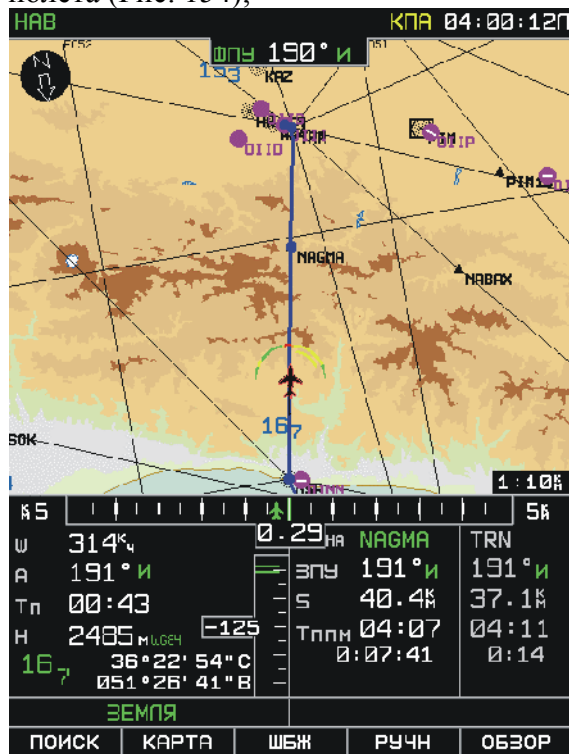

Рис. 154. Вид дисплея при возникновении потенциальной опасности за 30 секунд до столкновения в секторе  $\pm 30^\circ$  от направления движения самолета
- «ЗЕМЛЯ» - за 60 секунд до столкновения, при наличии Земли в секторе  $\pm 30^\circ$  и находящегося на высоте полета (Рис. 154);